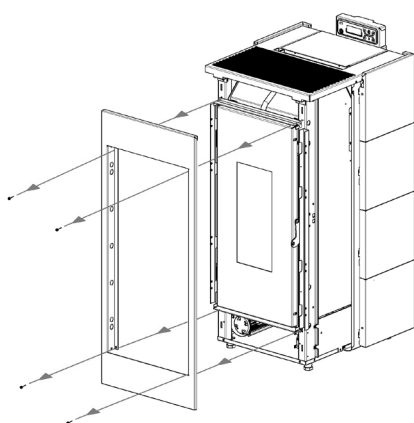

Fig. 38 - Desmontaje panel frontal
- Retire el panel frontal: afloje los 4 tornillos (vea **Fig. 38**).